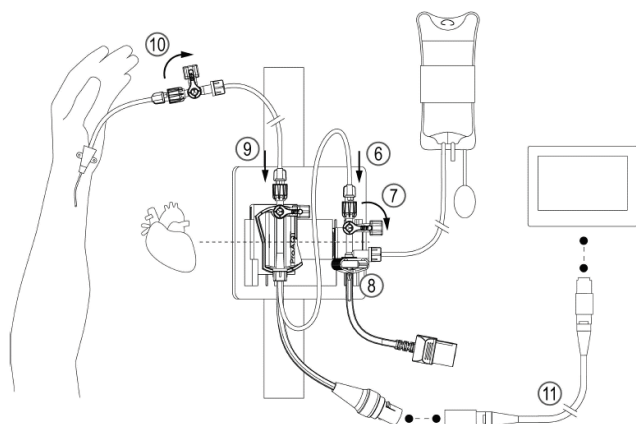

図 2
(図2⑥)に接続する。
- (8) 圧トランスデューサの三方活栓を回して閉じる(図2の⑦)。本品の
- (9) 設置されている圧トランスデューサの圧フラッシングバルブ(図2
⑧)を開き、設置されている圧トランスデューサ及び本品をフラッシ
- (10) 動脈圧ラインを本品の空いているルアロック(図2⑨)に接続する。
- (11) 大気圧開放と患者方向は閉じた状態になるようにする。
- (12) 設置されている圧トランスデューサの圧フラッシングバルブ(図2⑧)を押して、システム全体をフラッシュし、気泡を可能な限り取り除く。(気泡を取り除くため、圧トランスデューサを指で軽くたたく。)
- (13) チューブシステムや三方活栓を含む液体の入った全ての部品に気泡がないことを注意深く確認する。
- (14) 圧ラインの患者側三方活栓(図2⑩)を回し閉じ、エンドキャップと交換する。
- (1) 本品と接続ケーブル(図2⑪)をモニタに接続する。本品をモニタと直接接続しないこと。
- (2) ゼロ点校正を行う。
- (1) 正しい血圧測定のため、接続された圧トランスデューサ及び本品が患者の心臓の高さに配置しなくてはならない。
- (2) 接続された圧トランスデューサ及び本品のゼロ点校正のため、本品の三方活栓(図2⑨)を大気開放し、患者方向を閉じる。モニタの取扱説明書に沿ってゼロ調整を実施する。
- (3) 本品の三方活栓のサイドポートからエンドキャップを外す。
- (4) 患者モニタのゼロ調整を実施する。
- (5) モニタの取扱説明書に沿ってゼロ調整を実施する。
- (6) ゼロ調整後、本品の三方活栓または圧トランスデューサを回し、三方活栓を閉じる。
- (7) 三方活栓をエンドキャップで閉じる。三方活栓は、レバーが90度旋回時のみオフになる。レバー45度回転した状態では、空気塞栓症、血液逆流、または感染を防止するのに十分ではないので注意すること。